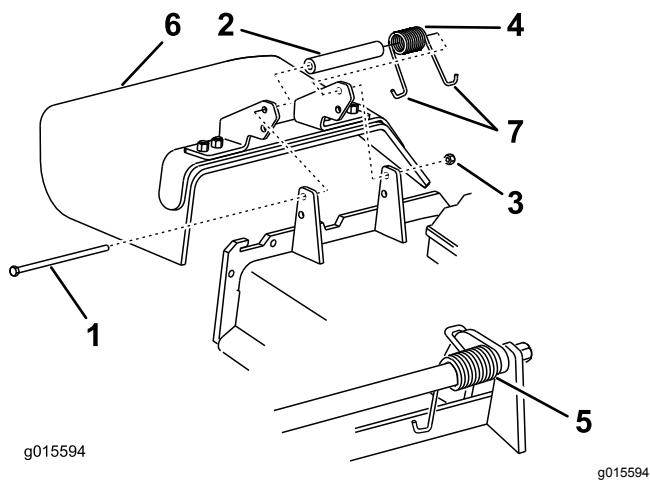

Figura 104
Nota: Asegúrese de colocar un extremo con gancho en J del muelle detrás del reborde de la carcasa antes de instalar el perno, según se muestra en Figura 104.
6. Coloque 1 extremo en J del muelle alrededor del deflector de hierba (Figura 104).
1. Retire la contratuerca, el perno, el muelle y el espaciador que sujetan el deflector a los soportes de pivot (Figura 104).
2. Retire el deflector de hierba dañado o desgastado (Figura 104).